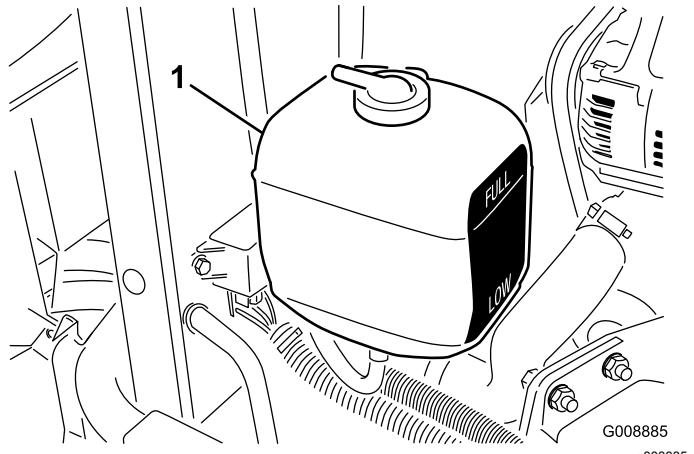

Figura 31
- Controllate il livello del refrigerante nel serbatoio di espansione (Figura 31). A motore freddo il livello del refrigerante deve essere a metà circa tra i segni riportati sul fianco del serbatoio.